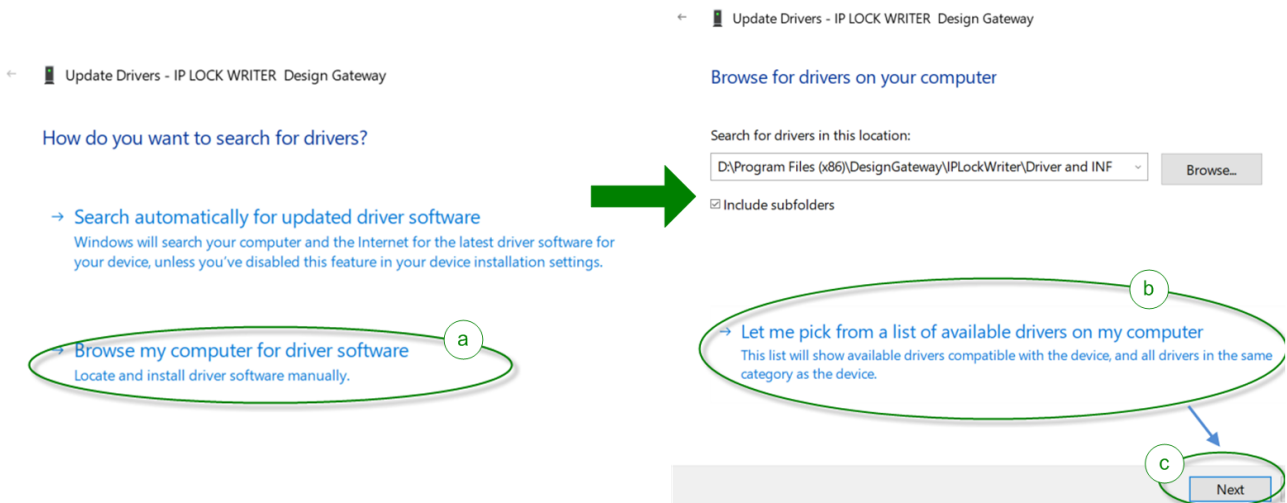

図 15 ドライバの検索
5. 図 15 のような画面が出てきますので、下の「コンピューターを参照してドライバーソフトウェアを検索します」を選択し、「コンピューター上の利用可能なドライバーの一覧から選択します」に進みます。